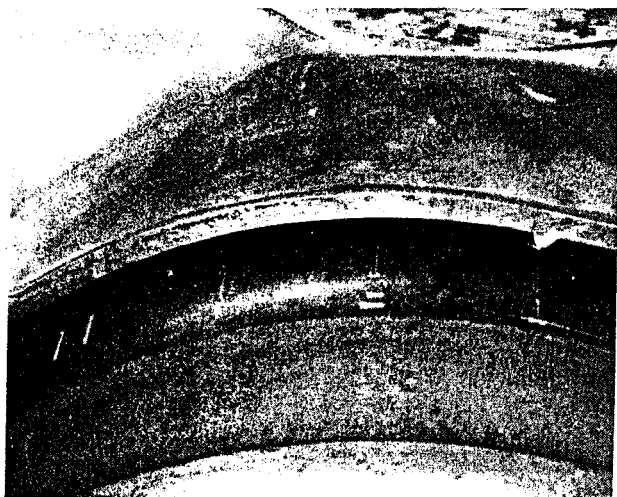
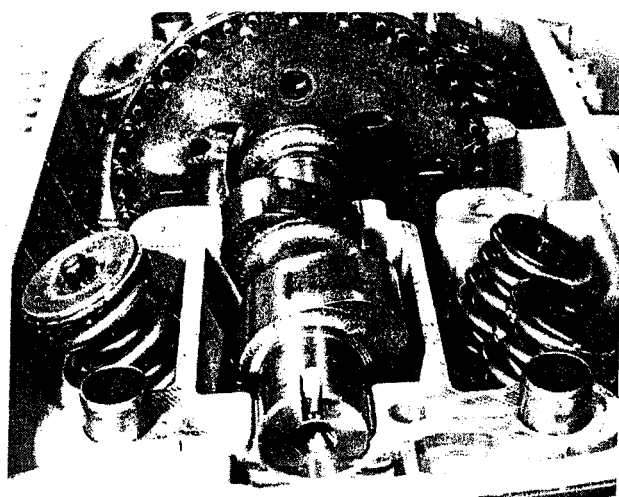

Bild 155
Bild 156
mittlere Lager der Nockenwelle durch das Kettenrad eingeführt werden kann, müssen sich die Aussparungen des Kettenrades etwa in einer Senkrechten befinden. Das Kettenrad gegen den Flansch der Nockenwelle halten, dabei die Nockenwelle so drehen, dass sich die Nute am linken Wellenende in Stellung 12 Uhr befindet; das Kettenrad so drehen, dass beide Einstellmarken parallel zur Zylinderkopffläche verlaufen (Bild 156). Einen Schlüssel an der Befestigungsschraube des Lichtmaschinenrotors ansetzen und damit den Rotor in Vorwärtsrichtung so drehen, dass die Marke «T» des Rotors genau mit der erhabenen Marke am Gehäuse fluchtet (Bild 155). Die Steuerkette auf das Kettenrad auflegen und die Bohrungen des Kettenrades auf jene des Nockenwellenflansches ausrichten.
- Vor dem Aufsetzen des Ventilkammerdeckels ist das Ventilspiel zu prüfen und wenn nötig einzustellen. Im oberen Totpunkt, wenn die Marke «T» des Lichtmaschinenrotors der Gehäusemarke gegenüberliegt (Bild 155), sind die Ventile des einen oder anderen Zylinders geschlossen, die Nocken sind nach unten gerichtet. Das Spiel der betreffenden drei Ventile mit einer Fühlerlehre messen. Das vorgeschriebene Spiel beträgt: